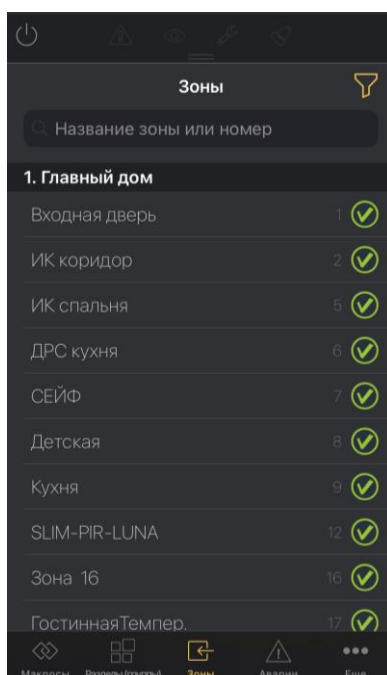

Рис. 16. Приложение INTEGRA CONTROL. Экран «Зоны». Поле поиска зоны.
2. В отобразившемся поле введите название или номер зоны, которую Вы хотите найти (рис. 16).